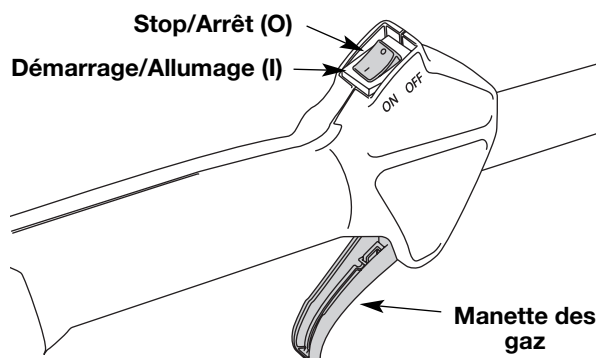

Fig. 9
REMARQUE : Il n'est pas nécessaire de faire démarrer la machine. La commande On/Off (Arrêt/Marche) est en position ON (I) en permanence (Fig. 9).